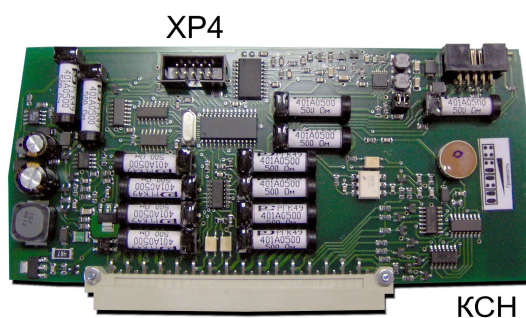

Рисунок 18 - Вид на плату КСН
4) Для блоков БДК-3М2, БДК-4М2 подключить кабель связи к разъему ХР4 КСН (рисунок 18).
4) Для блока БДК-3М2, БДК-4М2 подключить кабель связи к разъему XP4 КСН (рисунок 18).